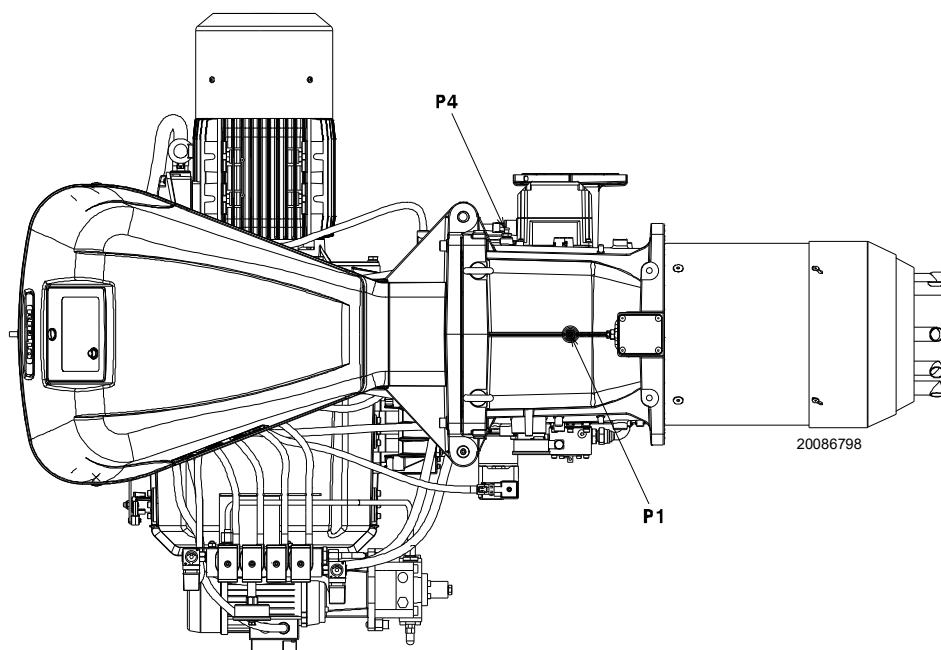

Fig. 27
Pression du gaz mesurée à la prise P1)(Fig. 27 à la page 30), avec :
- Soustraire de la pression du gaz à la prise P1)(Fig. 27 à la page 30) la pression dans la chambre de combustion.
Pression du gaz à la prise P1) (Fig. 27) = 29,4 mbar
Pour connaître la pression de gaz nécessaire sur la prise P1)(Fig. 27 à la page 30), une fois établie la puissance MAX. à laquelle on veut faire fonctionner le brûleur :
- Lire sur la droite, colonne 1, la pression à la prise P1)(Fig. 27 à la page 30).
pression nécessaire à la prise P1) (Fig. 27 à la page 30).